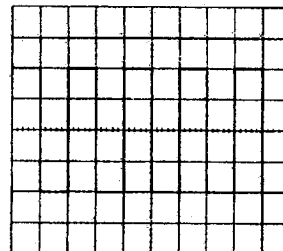

Figura 4-3
- 5) Impostare il commutatore AC-GND-DC sulla posizione AC. Sul visore CRT sarà visualizzata una forma d'onda come mostrato nella figura 4.3
- 8) Regolare i controlli ▼ ▲ POSITION e ◀ ▶ POSITION nella posizione corretta in modo che la forma d'onda visualizzata sia allineata al reticolo e che la tensione (Vp-p) e il periodo (T) possano essere letti in modo esatto. Quanto descritto sopra rappresenta la procedura per il funzionamento dell'oscilloscopio a canale singolo con CH 1. Per il funzionamento ad un canale singolo con CH 2 seguire le stesse procedure. Ulteriori modalità di funzionamento sono spiegate nel paragrafo seguente.